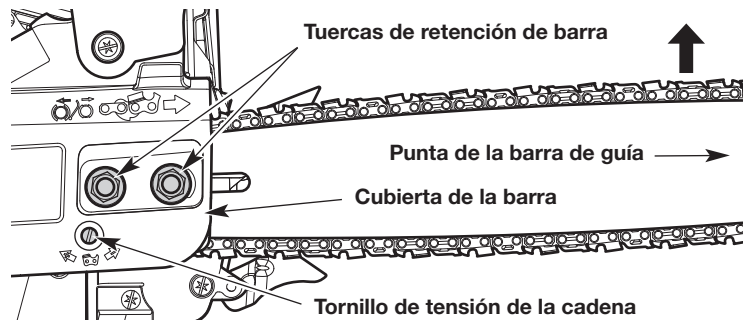

Fig. 27
2. Utilice una herramienta multiuso o una llave de 1/2 pulgada (13 mm) para aflojar levemente las tuercas de retención de la barra (Fig. 27). **NO** saque completamente la tapa de la barra.
3. Sostenga la punta de la barra de guía hacia arriba y con un destornillador de cabeza plana gire el tornillo de tensión de la cadena (Fig. 27).